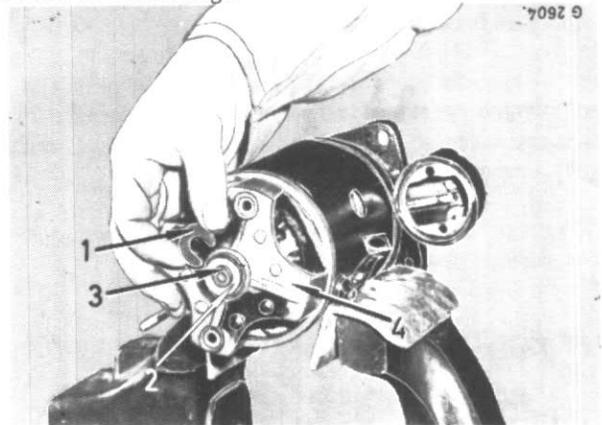

Figure 12
Enlevez la rondelle en "U" (1), fig. 12. En extrayant le support d'extrémité (4) de l'axe de l'induit (3), enlevez soigneusement les cales (2) situées devant et derrière le support côté collecteur.